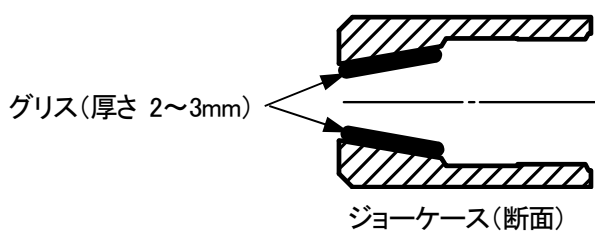

図 7-3
- ⑤ジョーケースの内側(ジョーと接する面)にグリスを十分に塗布して組み付けてください。(図 7-3 参照)